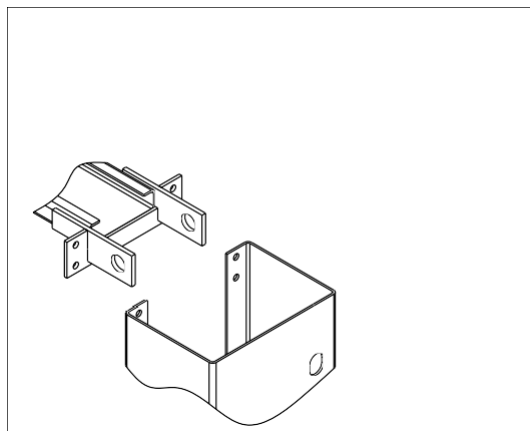

Рис. 31
- ◆ Подсоединить поперечины к обоим стойкам согласно рис. 31. (Трос необходимо пропустить через отверстие в панели перед креплением обеих стоек).